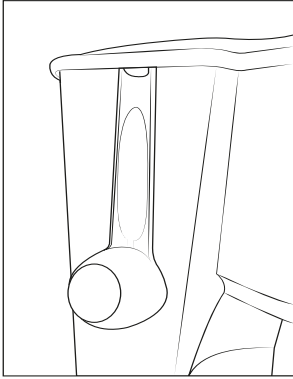

Abb. 4
- 4) Legen Sie den Kaffeepulverlöffel 12 zur Aufbewahrung in die Glaskanne 6. Alternativ hängen Sie den Kaffeepulverlöffel 12 seitlich am Rand des Wassertanks 10 auf (siehe Abb. 4):